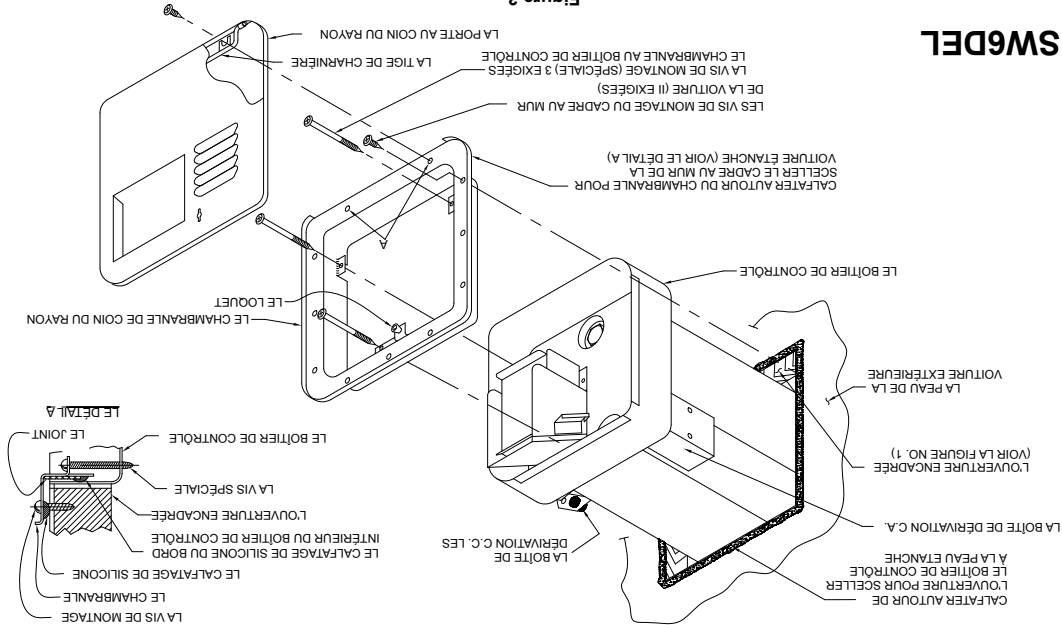

Figure 3
L'INSTALLATION EN UTILISANT LA PORTE À CHARNIÈRE (voir la figure 3 SW6DEL)
F. Fixer le chambranle dans le boîtier de contrôle (sur le calfeutage déjà appliqué) et tirer le cadre fermement à la boîtier de contrôle en utilisant les trois (3) vis de No. 8-15 x 3 1/2" fournies.
G. Pousser le chauffe-eau dans l'ouverture encadrée jusqu'à ce que le côté arrière du chambranle (maintenant attaché à la boîtier de contrôle) est contre le côté de la voiture et attacher fermement avec les vis autour du périmètre du cadre. Figure 3 sont utilisés aussi de monter la charnière de la porte au cadre.